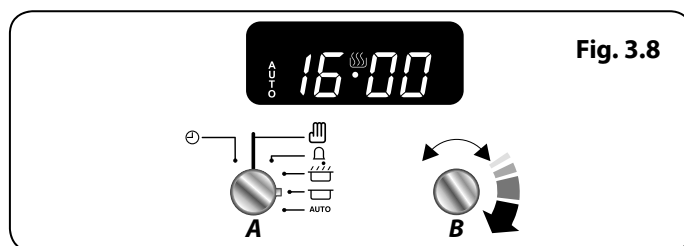

Fig. 3.8
3. Tournez le bouton Réglage (B) pour régler l'heure à laquelle vous souhaitez que votre four s'arrête (Fig. 3.8).